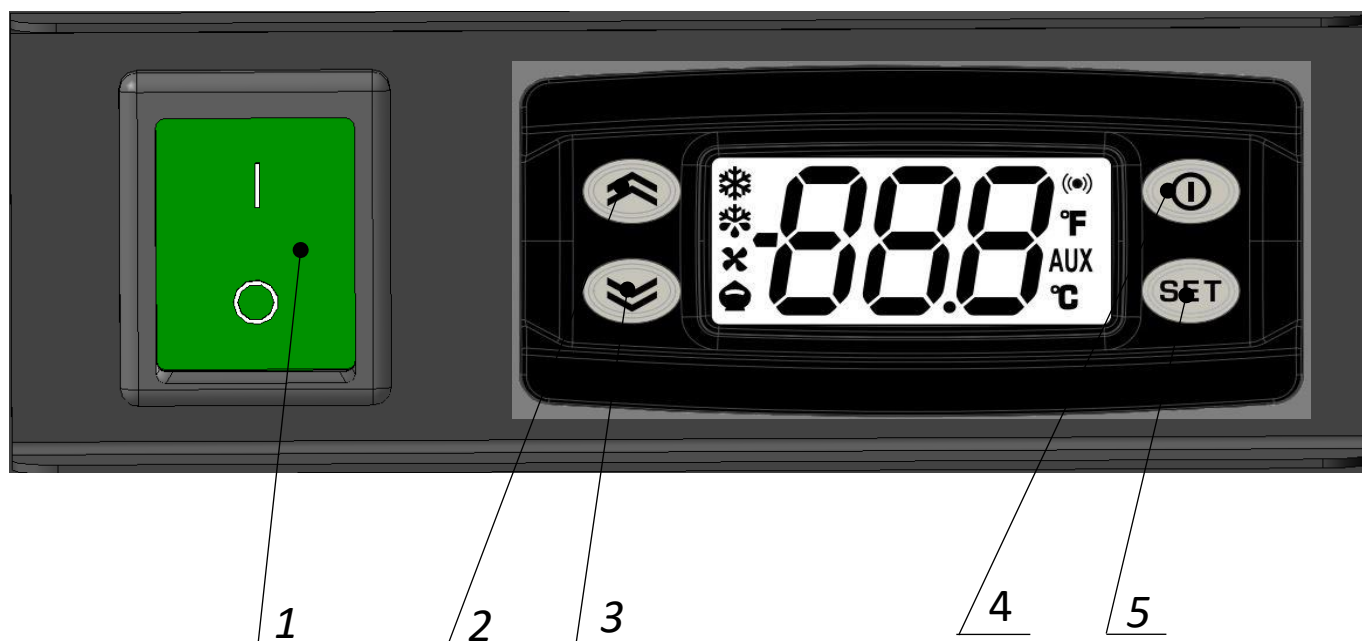

Рисунок 9 – Панель управления холодильной витрины
Включение витрины охлаждения и изменение настройки осуществляется с помощью панели управления (рисунок 9).
2) Включить холодильную витрину нажав кнопку (поз.1 рисунок 9) на панели управления (положение I).
3) Для входа в меню «Состояние Установки» кратковременно нажмите кнопку set поз.5 рисунок 9. Кнопки  и  (поз.2 и 3) электронного контролера, используются для пролистывания элементов меню, выберите папку SET, коротким нажатием на кнопку SET (поз.5 рисунок 9). Далее (при необходимости) измените значение температуры кнопками  и  поз.2 и 3 с паузой не более 15 секунд.
4) Коротким нажатием на кнопку SET (поз.5 рисунок 9) подтвердите команду выбора нового температурного режима – рабочей точки. Или коротким нажатием на кнопку поз.4 рисунок 9 можно вернуться к предыдущему уровню меню – функция выходы (ESC), при выходе из меню последнее значение установленной температуры сохраниться и вновь появится метка папки SET.
2.3.3.5 По завершении работы выключите холодильную витрину, нажав кнопку (поз.1 рисунок 9) на панели управления (положение О), достаньте гастроёмкости из холодильной витрины. Отключите от сети электропитания. Протрите поверхность влажной ветошью (тщательно отжатой) с использованием нейтральных чистящих средств. Дайте высохнуть влажным поверхностям.